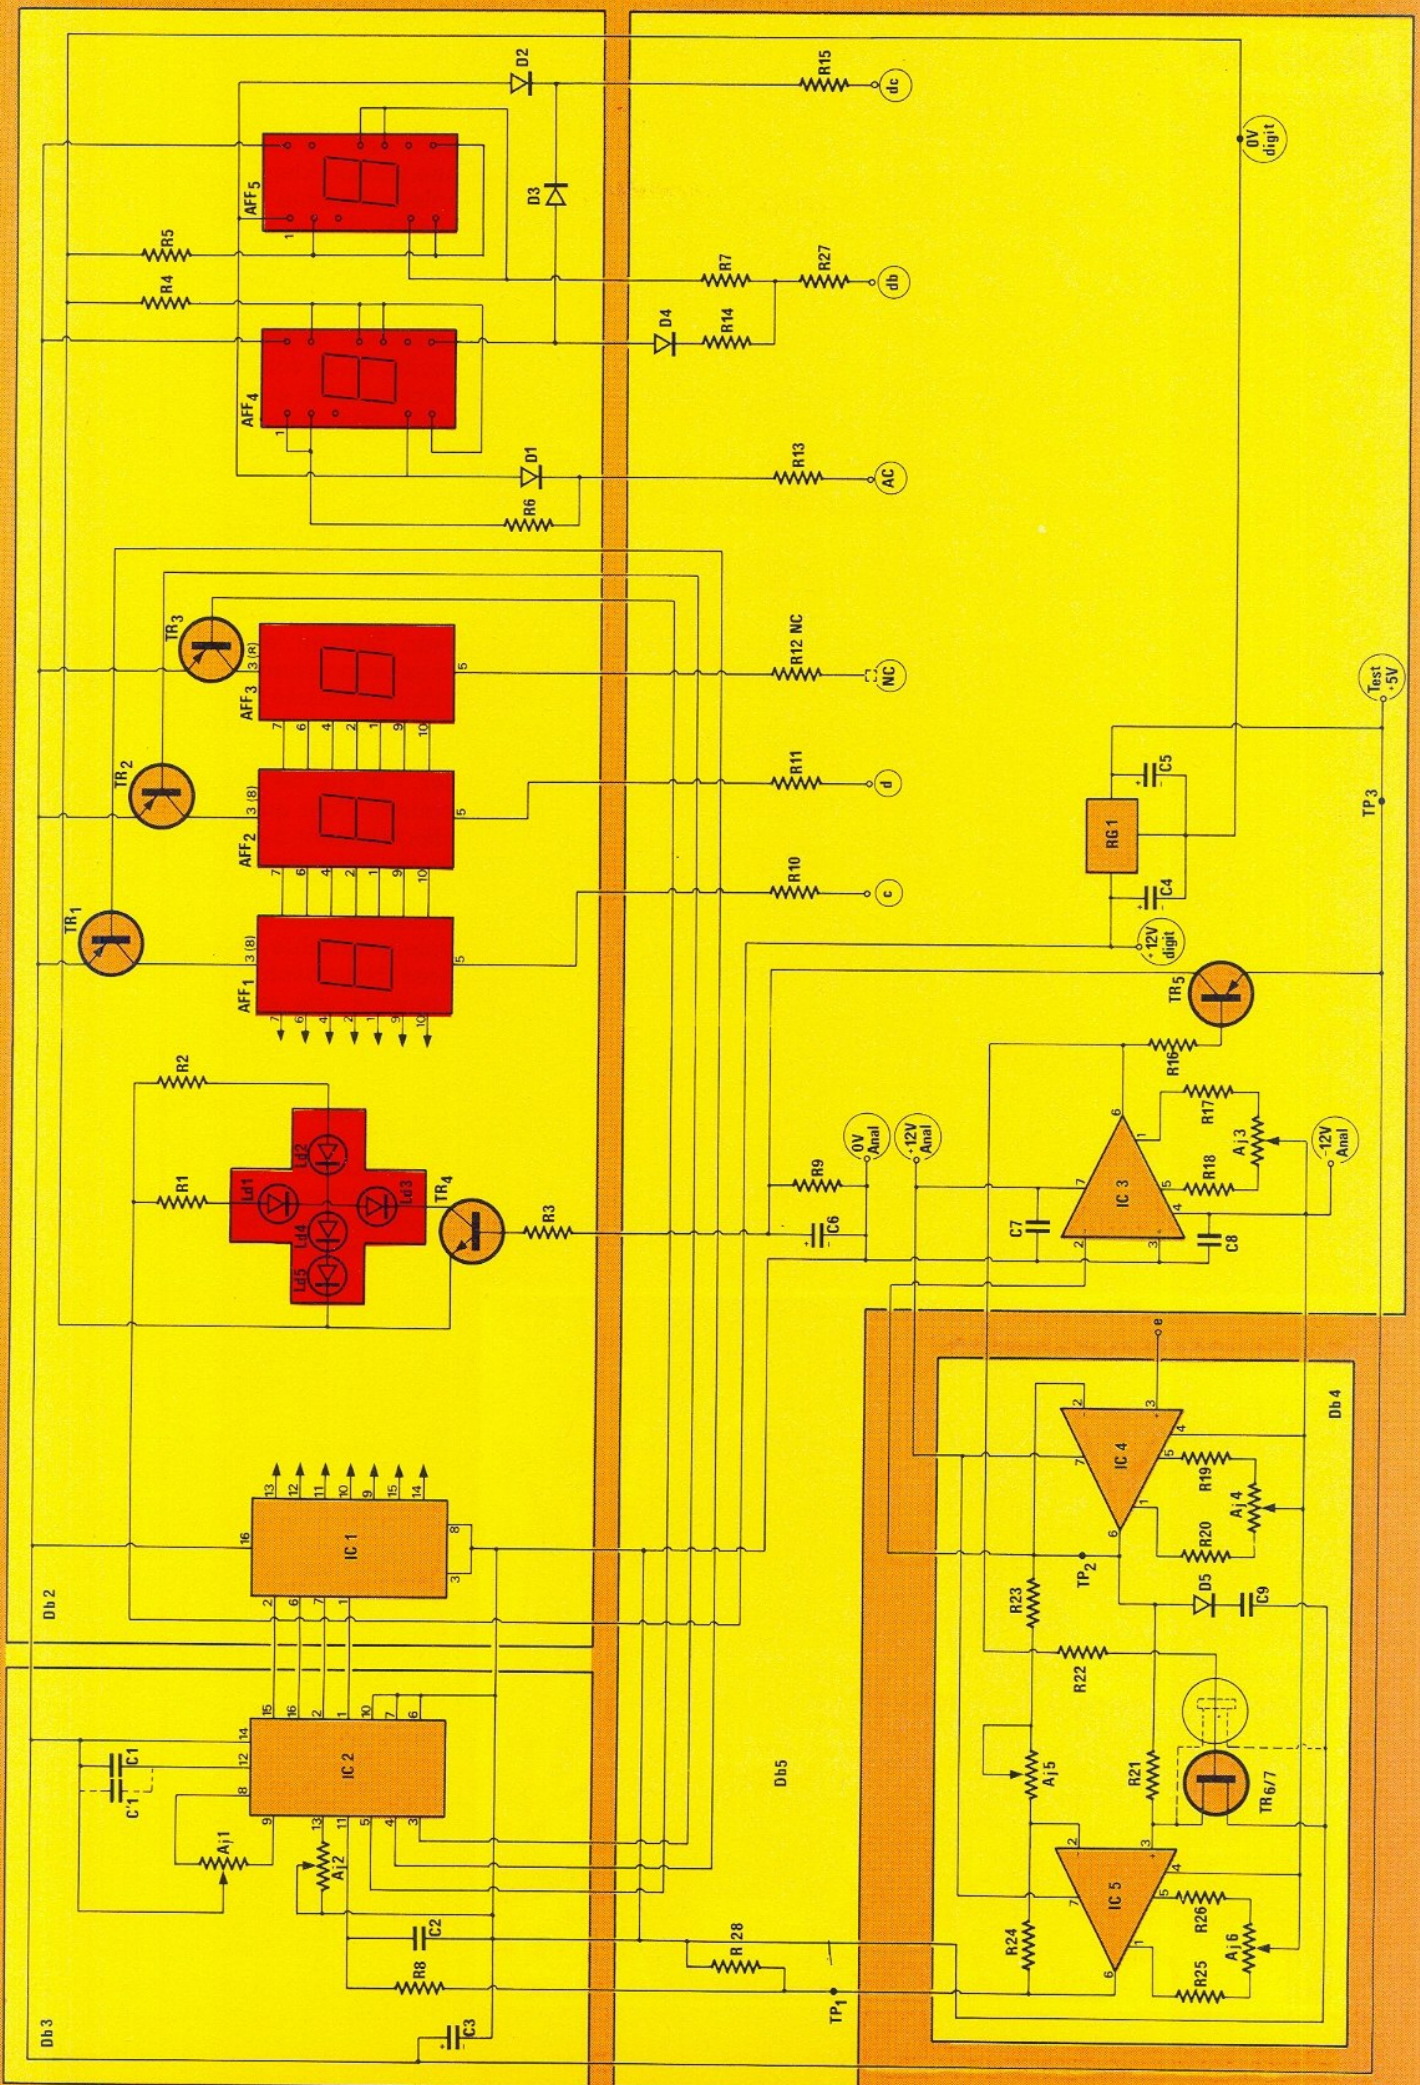
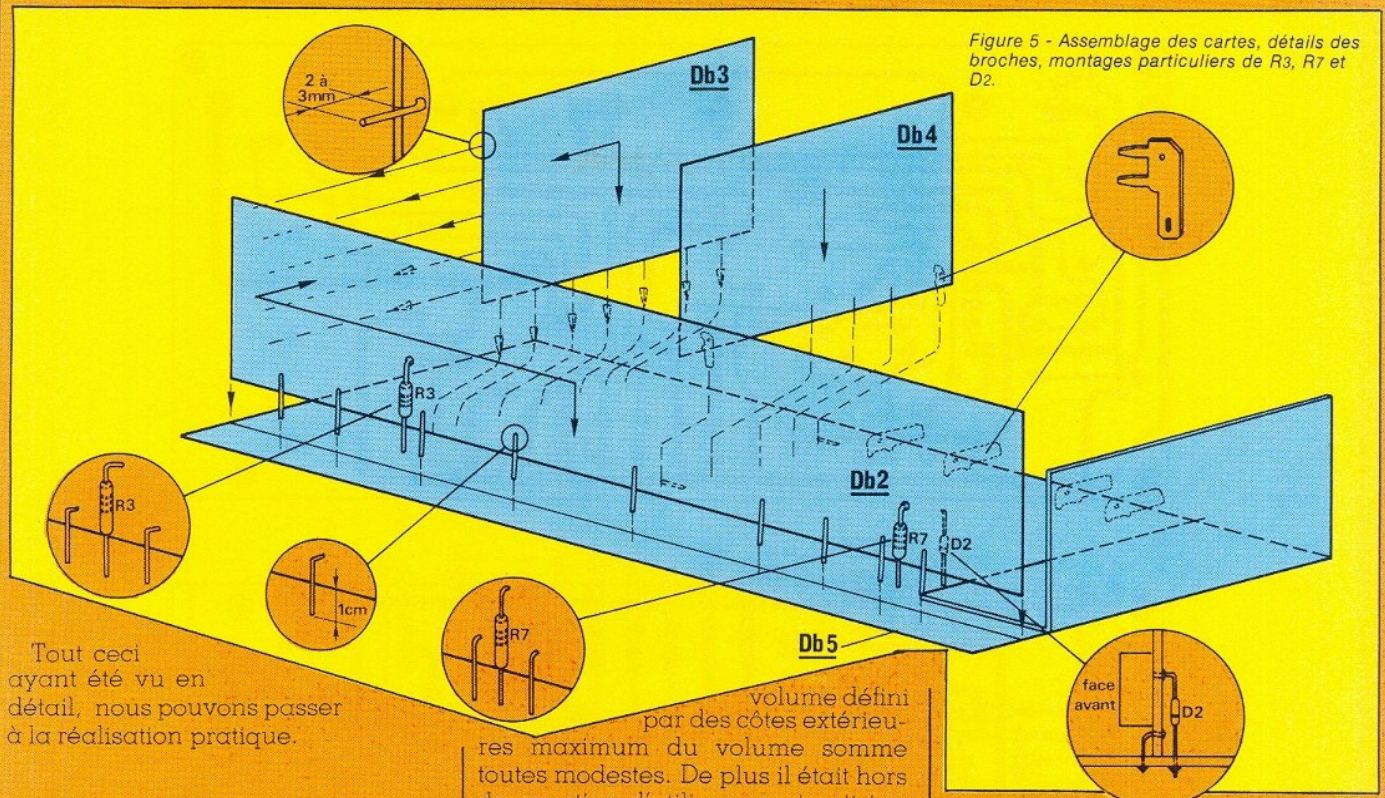
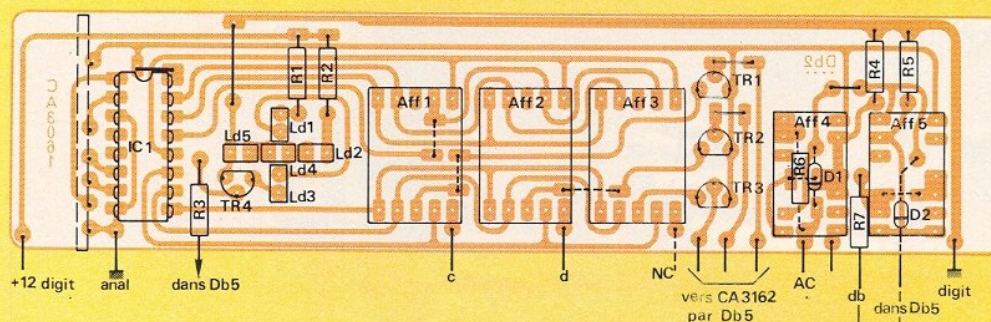

Figure 2 - Schémas : Affichage, polarité automatique, voltmètre continu 999 mV, indicateur de fonctions, régulation 5 V.
Figure 5 - Assemblage des cartes, détails des broches, montages particuliers de R3, R7 et D2.
Figure 8 - Les circuits d'affichage dB 2
Le schéma général (figure 2) regroupe SE 1 à 5. Il est découpé en quatre zones appelées Db 2, Db 3, Db 4, Db 5, correspondant aux 4 circuits imprimés nécessaires à la construction. Ne tenez pas compte
Sur le schéma figure 2, il est prévu un transistor TR₇ en parallèle sur TR₆, afin de garantir l'efficacité du «court-circuit» en cas de faiblesse des 2N 3819 utilisés. Pour notre part un seul a suffit. D'autre part, la valeur de 10 MΩ dans la gate est volontairement importante car une valeur plus faible avait tendance à laisser passer quelques mV de la tension de commande dans l'entrée positive de IC₃ ce qui ne facilitait pas le réglage d'offset. . !
On se doit de bien repérer sur la figure 2 les 5 points suivants :
Comme nous l'avons déjà dit, le câblage de cet ensemble est réparti sur 4 circuits imprimés que nous avons repérés Db 2, Db 3, Db 4, Db 5. Le schéma de la figure 2 a été tracé de telle sorte que les composants de chaque carte soient bien repérables ainsi que les liaisons inter-cartes. Un dessin valant mille mots... nous vous invitons à vous reporter à la figure 5 qui image bien la façon dont les cartes sont assemblées entre elles. Ce type de montage à cartes perpendiculaires autorise une exploitation maximum du
Apportez un soin accru à l'implacement de ces pièces avant de souder les afficheurs. Posez un support pour IC₁ et soudez TR_{1, 2, 3} de telle sorte qu'ils ne soient pas en avant des afficheurs. Trois (3) composants ont un montage particulier : il s'agit de R₃ et R₇ qui ne sont soudés au CI que d'une patte, l'autre servant de broche de liaison avec Db 5 (figure 5). Idem en ce qui concerne D₂, mais celle-ci présente la particularité supplémentaire d'être soudée d'une patte CÔTÉ CUIVRE. Il reste à fabri-
quer les broches de liaison à Db 5 avec les pattes coupées aux résistances que vous avez déjà soudées. Laissez dépasser à peu près un centimètre du rebord de la carte (de même pour R₇, R₃ et D₂) (toujours figure 5). Soudez les 4 dernières résistances et Db 2 est terminée. Son circuit imprimé avec implantation figure 8.
La figure 5 donne une idée de l'ensemble, néanmoins il est très important de respecter la procédure suivante : Assembler en premier Db 2 avec Db 3 en introduisant délicatement les 6 broches de Db 3 dans les trous correspondants de Db 2. Bien plaquer ces deux cartes l'une contre l'autre tout en respectant
12°) Désalimenter. Débranchez la liaison e-masse, assurez-vous qu'il y a bien 990 mV entre les fils rouges et noir du petit montage de la figure 8 et que l'interrupteur est bien positionné de sorte que le - soit au fil noir et le fil + au fil rouge. Branchez le fil noir à la masse du module et le fil rouge à l'entrée e. Réalimenter.